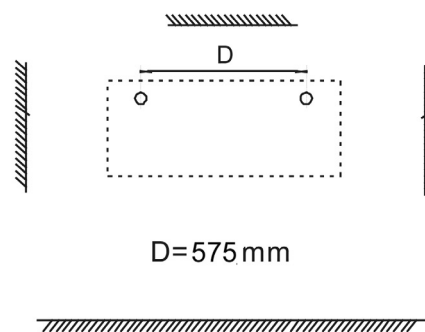

Figura 2
2. Fare due buchi adatti della dimensione del Fisher Ø 8 mm nel muro. (figura 2) – D= 575 mm